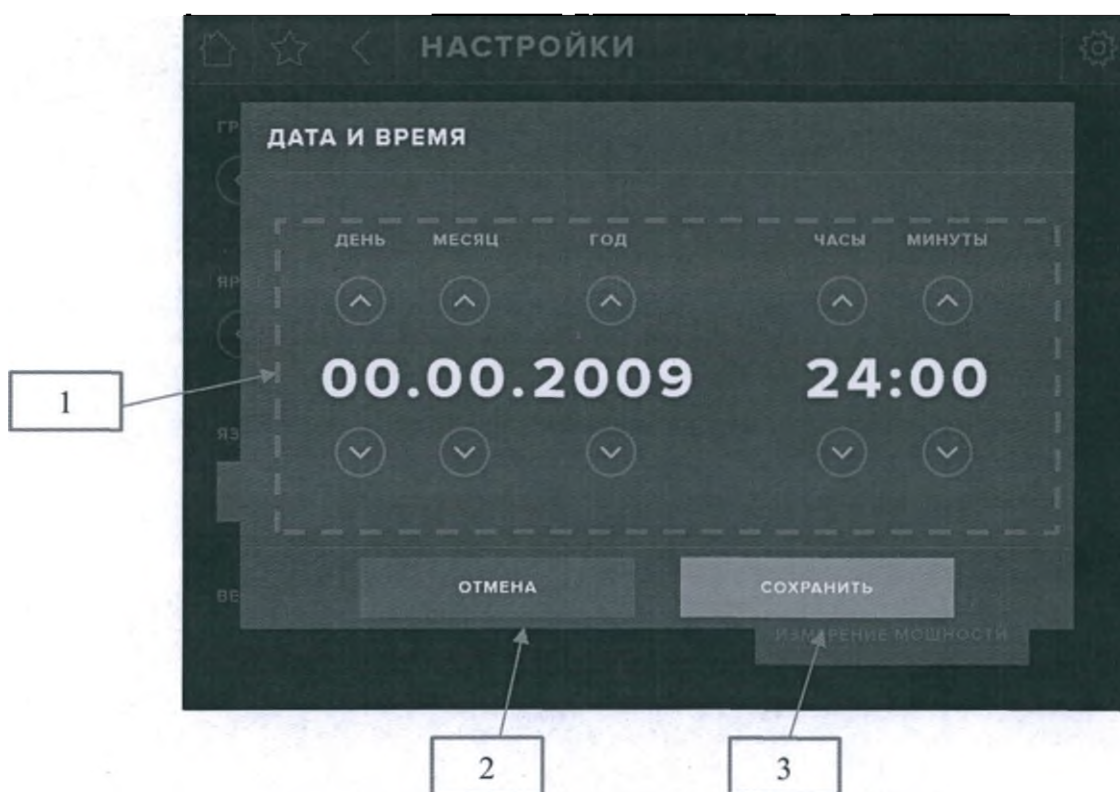

Рис. 23. Экран изменения даты и времени
В появившемся окне (рис. 23) измените значения даты и времени шаговыми стрелками (1). Для сохранения новых данных необходимо нажать кнопку (3). Для отмены изменения даты и времени нажмите кнопку (2).